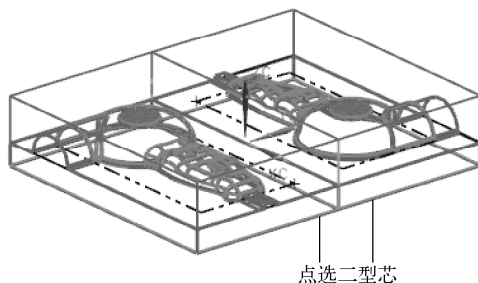

图 10-38 合并型芯
(3) 如图 10-38 所示选取合并型芯，勾选对目标体求和，在图形区点选二型芯，单击【应用】按钮，将二型芯合并。